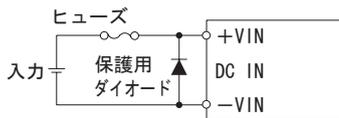

図2.3 逆接続防止
(5) 逆接続の防止
- 入力端子に極性逆の電圧が加わると故障します。極性逆の電圧が加わる可能性がある場合は、図2.3のような保護用の回路を外付けしてください。